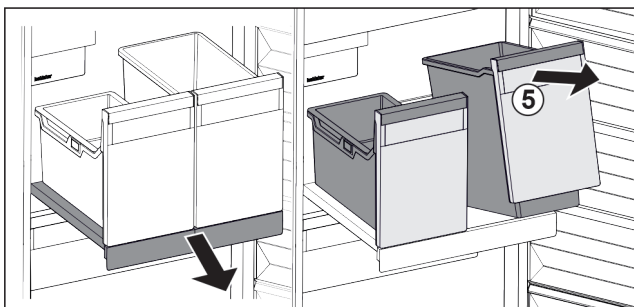

Fig. 80
- ▶ Приподнимите контейнеры Fig. 80 (5) спереди.